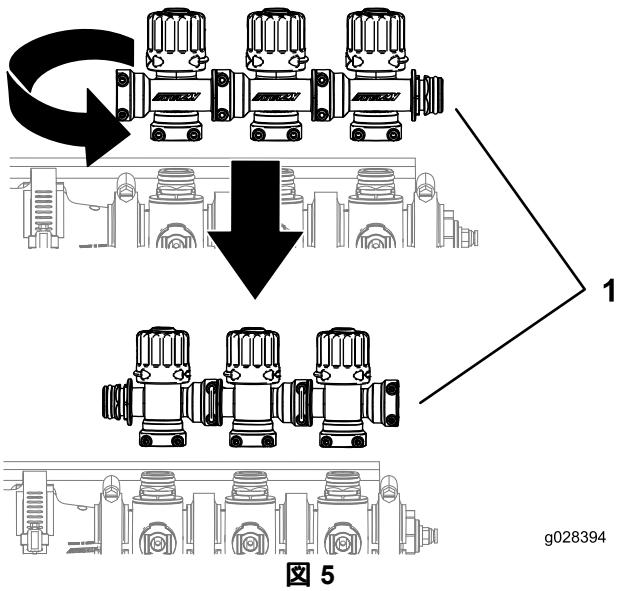

図 5
4. バイパス調整アセンブリを図5に示すように180°回転させる。